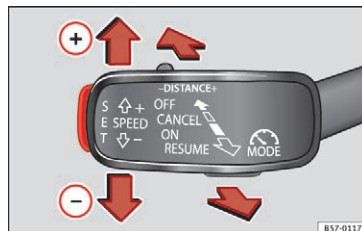

Fig. 48 På venstre side af ratstammen: tredje betjeningsarm til betjening af fartpiloten
- Aktivering af fartpilot: Placer den tredje arm i position **ON** »» Fig. 48. Systemet aktiveres, men da der endnu ikke er gemt nogen hastighed, regulerer systemet ikke endnu.
- Brug af fartpilot: Tryk på knappen **SET** » » **Fig. 48**. Den aktuelle hastighed gemmes, og systemet regulerer.
- Midlertidig deaktivering af fartpilots regulering: Placer armen i positionen **CANCEL** » » **Fig. 48**, og slip den, eller trød på bremsepedalen. Reguleringen deaktiveres midlertidigt.
- Genoptagelse af fartpilots regulering: Placer armen i positionen **RESUME** » » **Fig. 48**, og slip den. Den gemte hastighed gemmes og indstilles på ny.
- Deaktivering af fartpilot: Bevæg den tredje betjeningsarm til positionen **OFF** » » **Fig. 48**. Systemet bliver deaktiveret, og den gemte hastighed bliver slettet.